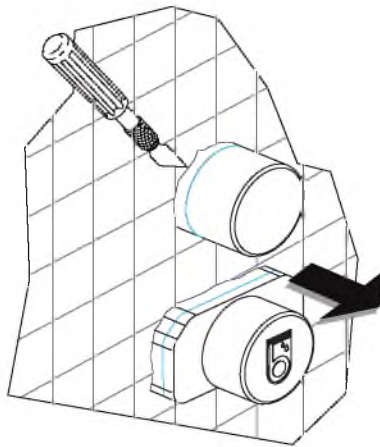

Fig 32
10. Ritagliare la protezione in polistirolo di copertura a filo piastrelle. (fig. 32)
10. Cut away the polystyrene protection to the edge of the tiles (Fig. 32).
10. Den Polystyrol-Abdeckschutz mit den Fliesen abschließend wegschneiden (Abb. 32).